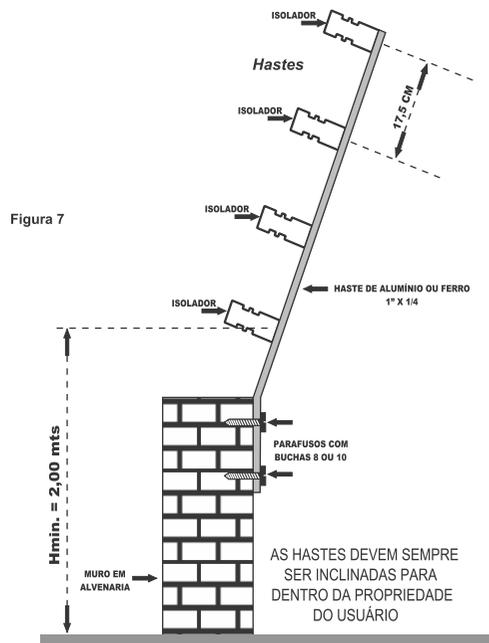

Figura 7
- Recomendamos o uso de barras chatas de alumínio, conforme ilustração da figura 7.